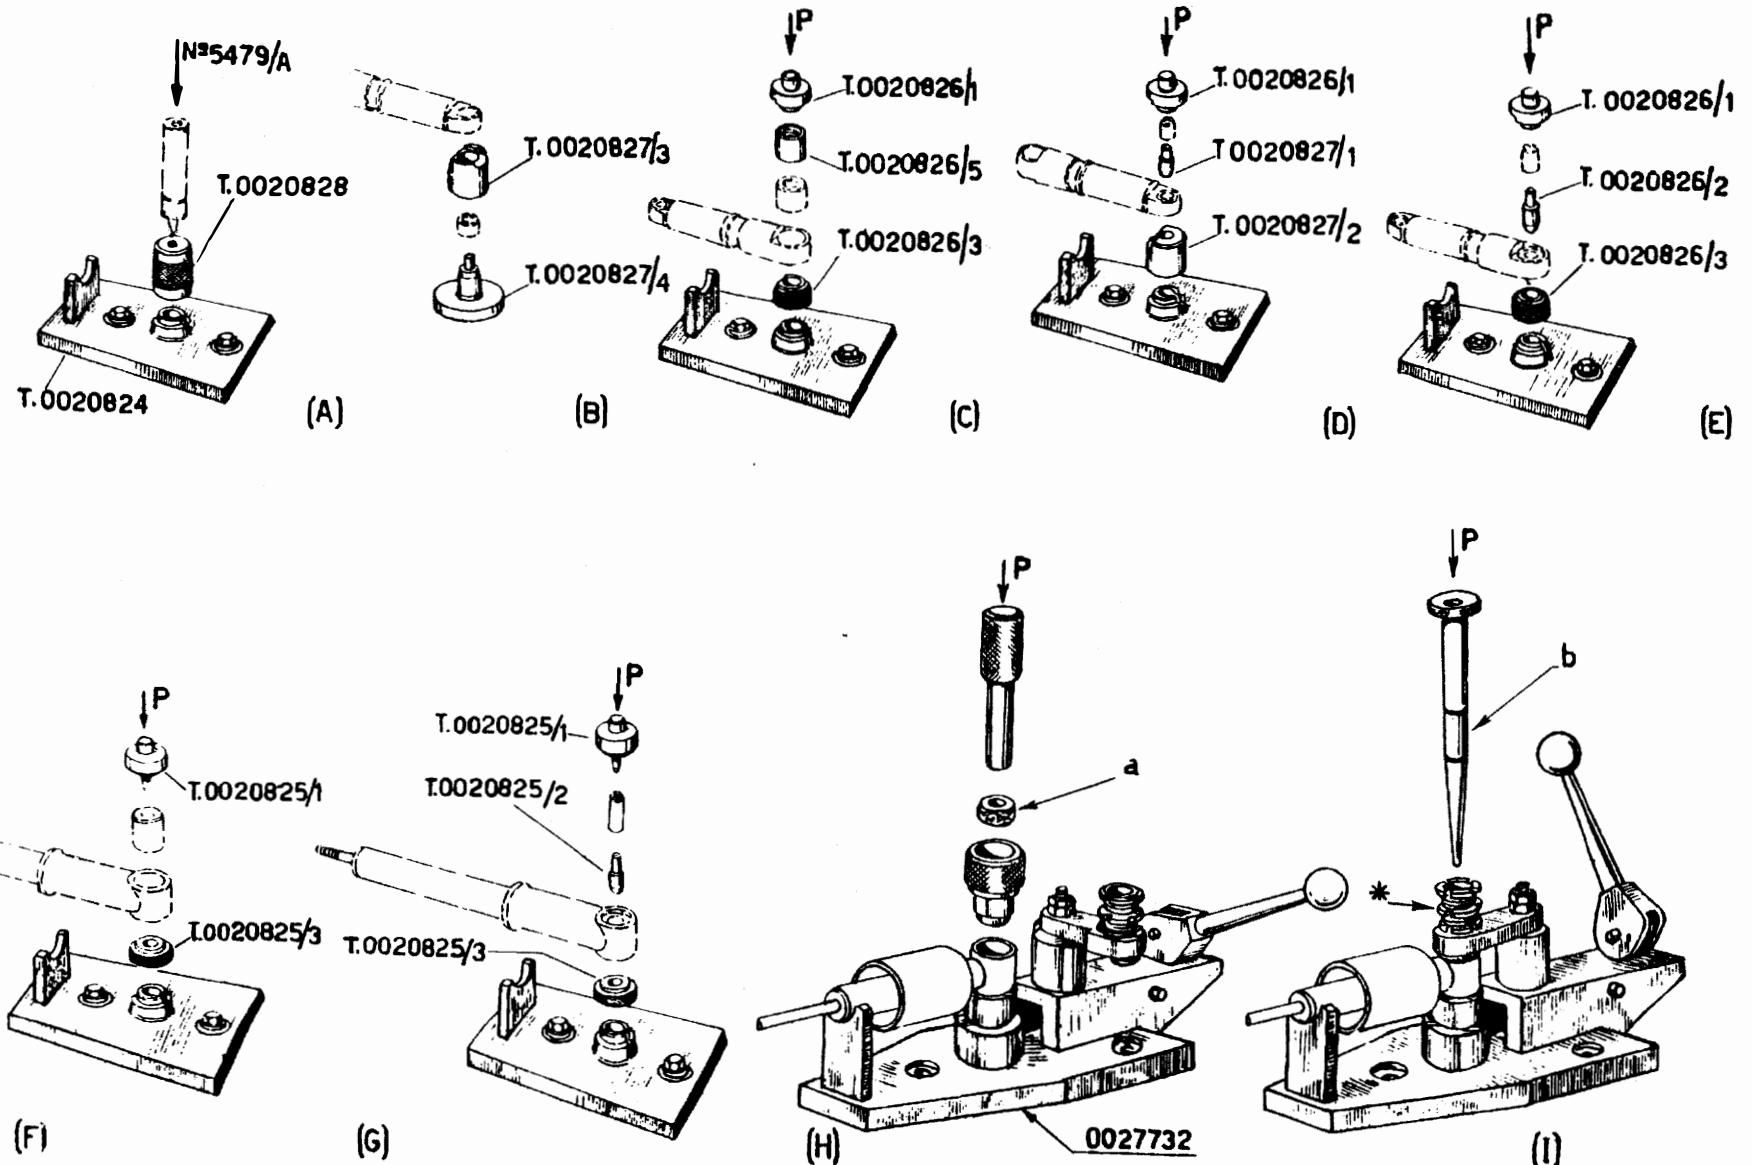

Fig. 60
3. - Thrust the group piston - operating rod into the main tube so that the excess oil flows out. With the hand press 5479/A and the tool T. 0020824 and T. 0020828 mount the discharge valve into the main tube, successively spot punching two of the four at the tubes base to prevent the exit of the above mentioned valve (fig. 60 A).
3. - Empujar el grupo varilla - pistón en el cilindro, haciendo rebosar el exceso de aceite ; con prensa 5479/A y útiles T. 0020824 y T. 0020828 montar la válvula de descarga en el cilindro y achaflanar este último en dos puntos opuestos de la base (dos de los cuatro agujeros) para impedir la salida de la válvula (fig. 60 A).
8. - In the case when the rubber buffers are to be substituted the operation of reassembly has to be carried out as indicated in fig. 60/B - C - D - E - F - G; for the Vespa G. S./VSB 1 use the special tool 0027732 (fig. 60/H - I). On carrying out this operation ensure that the main tube and the buffer seating have been coated with seal paste before assembly.
8. - Si hay que sustituir los silent - blocs, ejecutar el montaje como se indica en las fig. 60/B - C - D - E - F - G; para la Vespa G. S./VSB 1 usar el útil específico 0027732 (fig. 60/H - I). Al efectuar estas operaciones poner atención que el tubo interior y el alojamiento del taco amortiguador estén tratados con mastic antes del montaje.
In the case where the rubber buffer is to be substituted use the tool indicated in the fig. 60 H - I for reassembly.